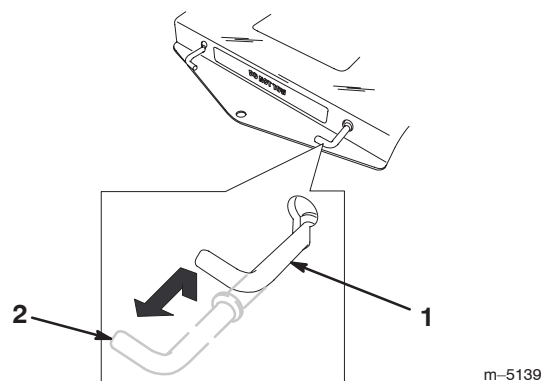

Figure 15
2. Tirez les deux leviers de dérivation vers le haut et poussez-les jusqu'à ce que la rondelle de la tige passe dans la fente. Poussez les leviers vers le bas pour les bloquer en position (Fig. 15).
Tirez chaque levier de dérivation vers le haut, puis sortez-les complètement. Poussez les leviers vers le bas (Fig. 15).